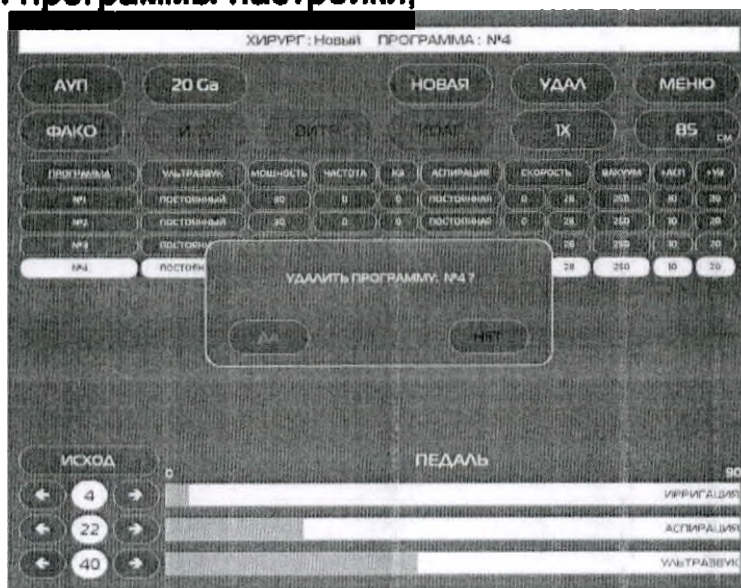

Рис.14.47 – Панель удаления программы.
- Нажать клавишу «УДАЛ», появится панель (Рис. 14.47) с запросом удаления программы настройки;